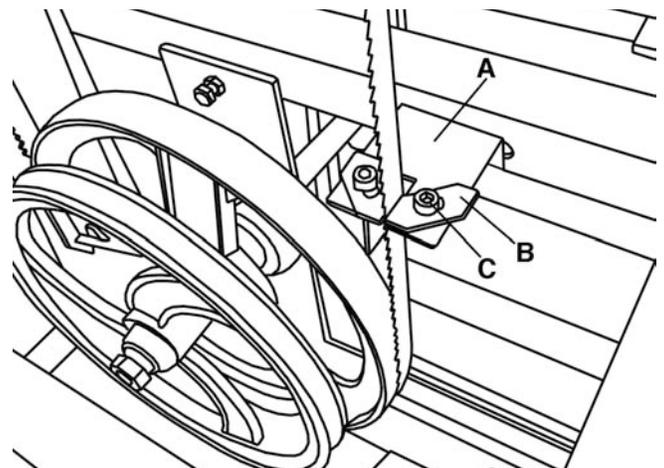

FIGURE 17
Guides de lame inférieurs - L'assemblée de guide de lame inférieur (A) Fig.17 dessous la table consiste de 2 plaques de guide (B), ces plaques de guide devraient être ajustés à 0.004" de la lame en utilisant un jauge d'épaisseur. Pour ajuster ces plaques de guide de lame, desserrez les boulons à têtes cylindriques (C) et ajustez les plaques de guide, reserrez les boulons à têtes cylindriques.